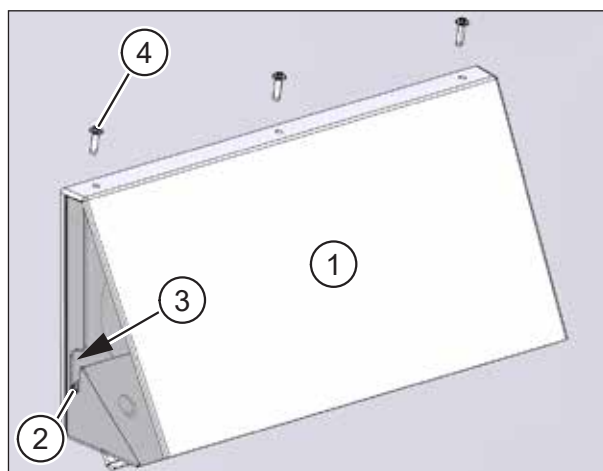

Fig. 14 : Couvercle de façade installé
- ▶ Posez le cache (pos. 1 dans Fig. 14) sur la plaque de base de manière à ce que les ergots du cache (pos. 2 dans Fig. 14) glissent dans les guides de la plaque de base (pos. 3 dans Fig. 14).
- ▶ Fixez le cache avec les trois vis cruciformes 3,5 x 16 (pos. 4 dans Fig. 14).